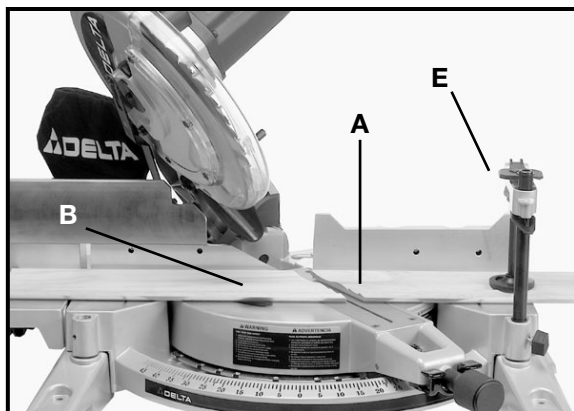
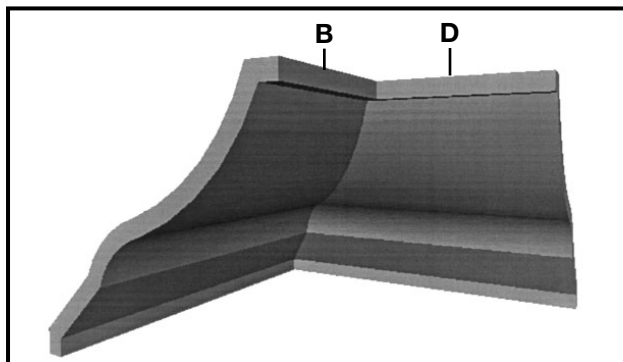

Fig. 42
Fig. 45
3. Placez la corniche sur la table, son **CÔTÉ PLAFOND** contre le guide, et effectuez la coupe comme l'illustre la fig. 42.
**REMARQUE :** Le morceau de corniche utilisé pour le coin extérieur se trouve toujours à droite de la lame comme l'illustre (A) fig. 42. Le morceau de corniche utilisé pour le coin intérieur se trouve toujours à gauche de la lame, comme l'illustre (B) fig. 42. Veuillez remarquer que le serre-joint (E), fourni en accessoire, est utilisé pour tenir la pièce en place.
7. La figure 45 illustre les deux morceaux de coin intérieur mis ensemble; (1) étant la pièce coupée à (B) fig. 42, et (2) étant la pièce coupée à (A) fig. 42.